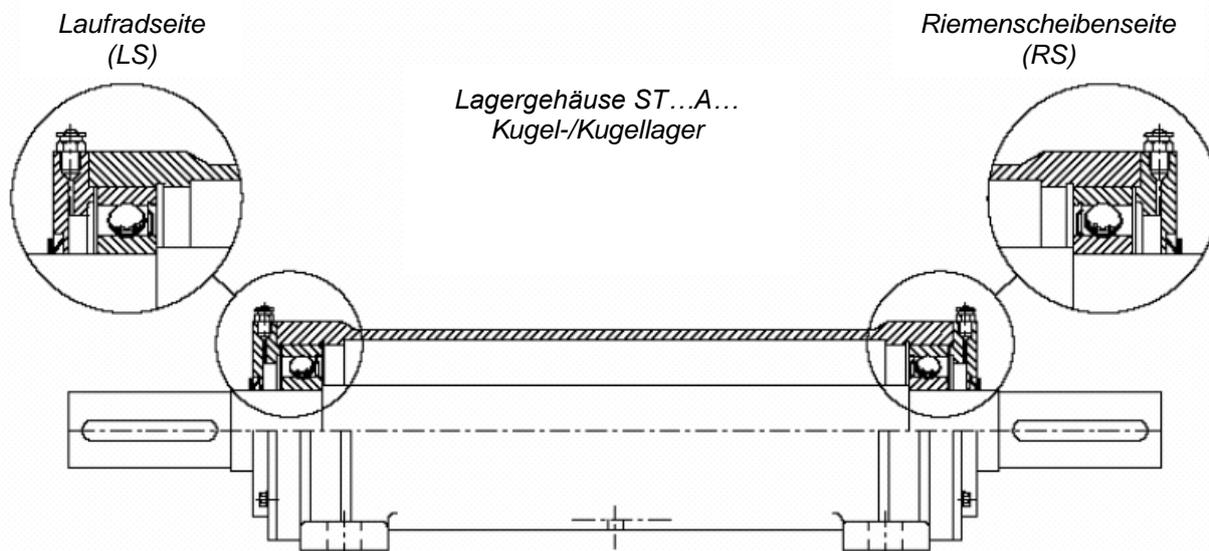

Abb. 10-10 Monoblock-Lagergehäuse ST...A... mit Radialkugellager sowohl auf der Laufrad- als auch auf der Antriebsseite
- Lagergehäuse des Typs ST...A... mit steifem Kugellager auf der Antriebsseite (Abb. 10-10).